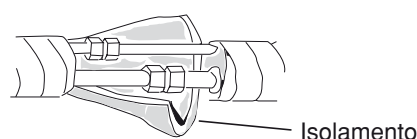

Fig. 37
(Depois de fazer um teste quanto a fugas na parte de ligação, isole esta com o isolamento para tubagens. (Fig. 37)) Consulte também a Secção 3-6. intitulada “Conexões da tubulação no manual de instalação da unidade exterior”.
- (5) Coloque a tubagem de refrigerante, mangueira de esgoto e instalação eléctrica entre as unidades conforme indicado na Fig. 37.